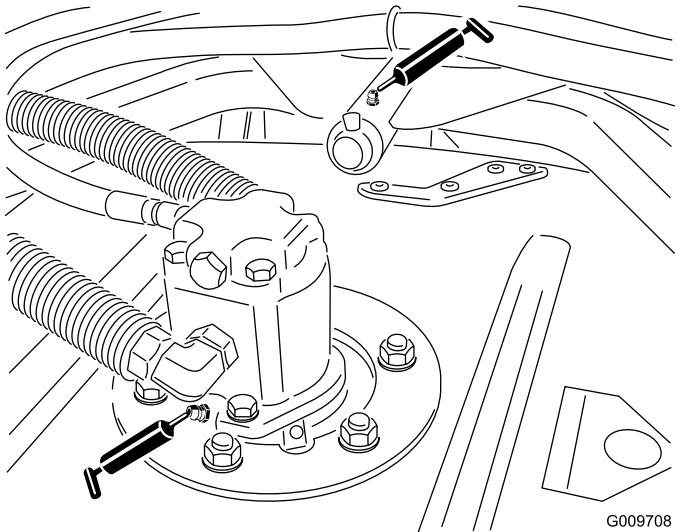

图 42
- 滚刀组锭轴轴承每个滚刀组2个如图42所示
- 滚刀组承载臂轴套每个滚刀组1个如图42所示